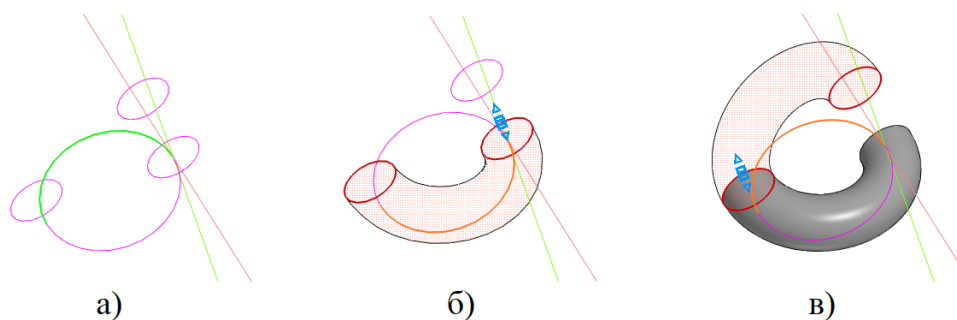

Рисунок 29 – Создание элемента по сечениям
Дуги нужны для того, чтобы создать траекторию для выполнения операции по сечениям (рисунок 29а).
5. В дереве построения модели выделите эскизы 1 и 2 и вызовите команду «Элемент по сечениям». Укажите в качестве осевой первую дугу (эскиз 4) (рисунок 29б). Выполните построение.
6. В дереве построения модели выделите эскизы 2 и 3 и вызовите команду «Элемент по сечениям». Укажите в качестве осевой вторую дугу (эскиз 5) (рисунок 29в). Завершите построение, нажав кнопку создания объекта.